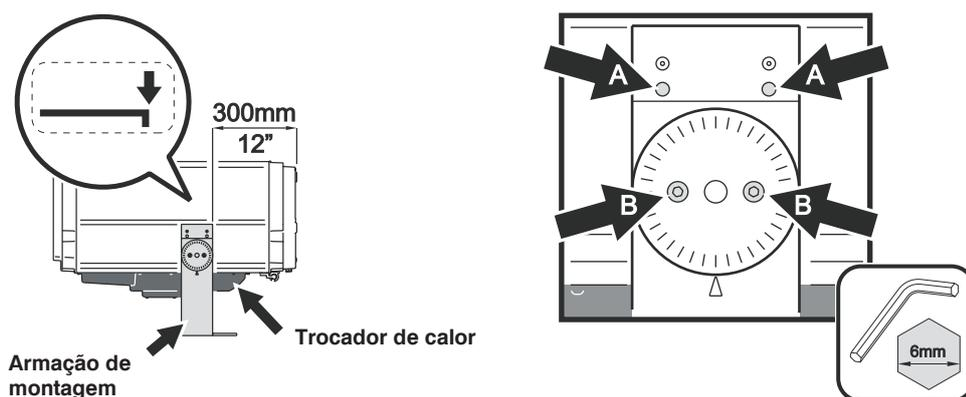
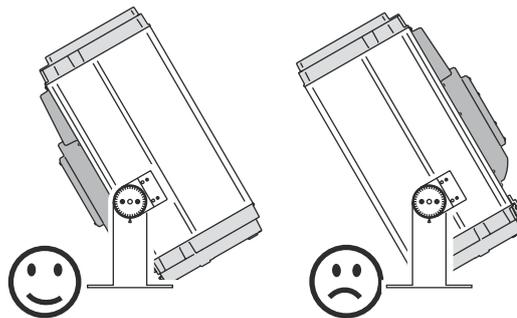

Figura 1: Ajuste da armação de montagem
Figura 3: Posição do trocador de calor
Veja a Figura 1. A armação de montagem é dobrada para envio. Quando a luminária tiver sido desembalada:
A Exterior 1200 Wash é classificada UL Wet Location. Ao escolher um local para a instalação, considere que o compartimento principal tem uma proteção de entrada (IP) classificação de 65, mas que a unidade do trocador de calor deve ser protegida da chuva ou de projeções diretas de água, as quais podem encher de água o trocador de calor e causar superaquecimento. A luminária pode, portanto, ser instalada em qualquer orientação mas deve ser posicionada de modo que o trocador de calor esteja no lado inferior da luminária (veja a figura 3). Se necessário, solte os parafusos de bloqueio da inclinação da armação (B na Figura 1) e reposicione a armação.